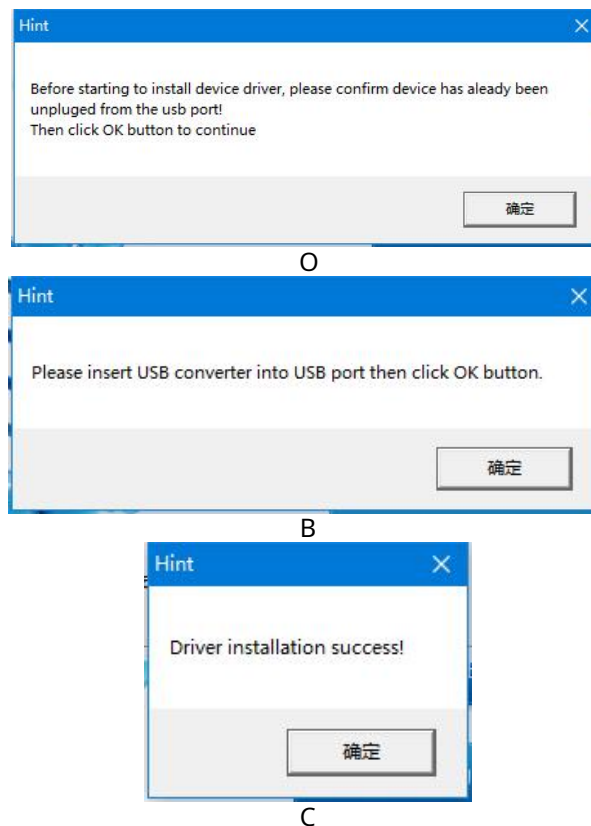

Fig 3-4
- ▶ Dacă este necesar un cablu convertor USB-TO-RS232, faceți clic pe „Instalați driverul USB” din ecranul Autorun și urmați instrucțiunile asistentului de instalare (Fig 3-4). **Nu conectați cablul USB la computer înainte de a instala driverul convertorului USB.** Conectați cablul USB la computer când primiți următorul indiciu (Fig 3-4 B).